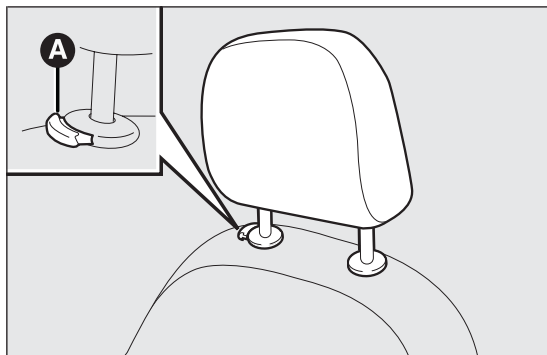

fig. 22
Se pueden regular en altura y se bloquean automáticamente en la posición deseada fig. 22.
- Regulación hacia abajo: pulsar el botón A fig. 22 y bajar el reposacabezas.